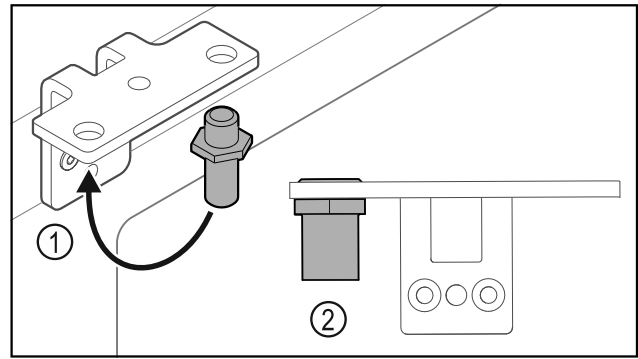

Fig. 37
- Premiestnite čap Fig. 37 (1) v uholníku závesu.
- Uťahnite čap Fig. 37 (2) **utahovacím momentom 12 Nm**.